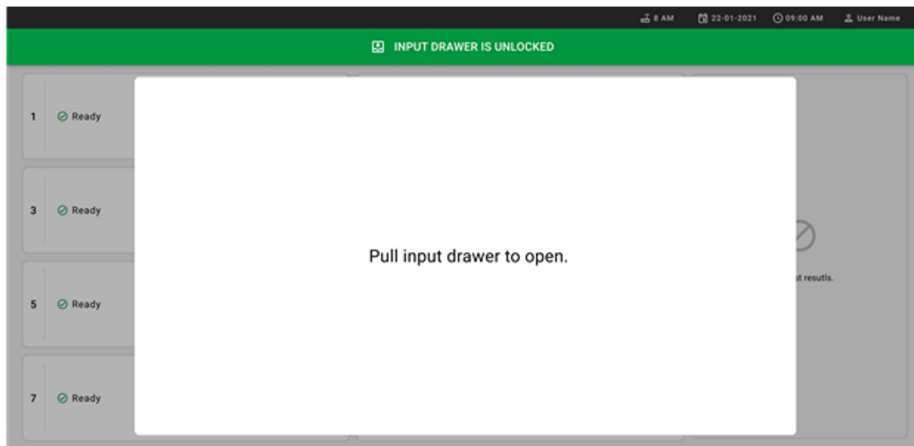

Figura 20. Caixa de diálogo Input drawer open (Abrir gaveta de entrada).
6. Quando solicitado, puxe a gaveta de entrada para abrir (Figura 20).